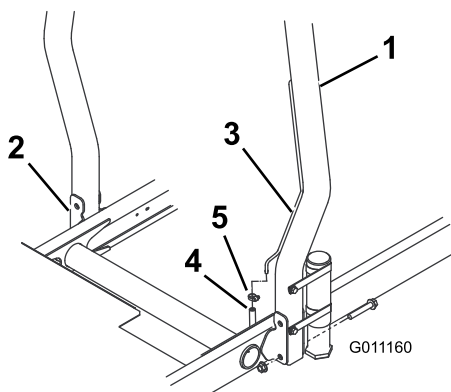

Figura 8
1. Coborâți bara antiruliu pe suporturile de montare a unității de traciune, aliniind orificiile de montare. Asigurați-vă că tubul de aerisire de pe bara antiruliu se află pe partea stângă a mainii (Figura 8).
- Fixai fiecare parte a barei antiruliu pe suporturile de montare cu 2 uruburi cu guler i 2 contrapiulie (Figura 8). Strângeți elementele de fixare la un cuplu de 81 Nm.